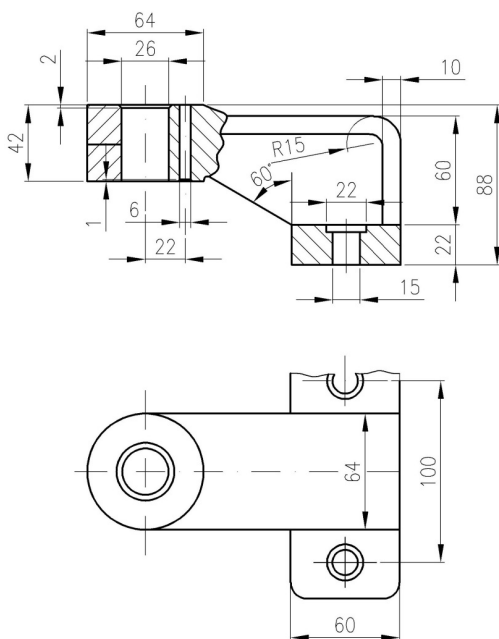

Рис. 6. Креслення для закріплення навичок
17. Виконайте наступне креслення (рис. 6), використовуючи вивчені інструменти.